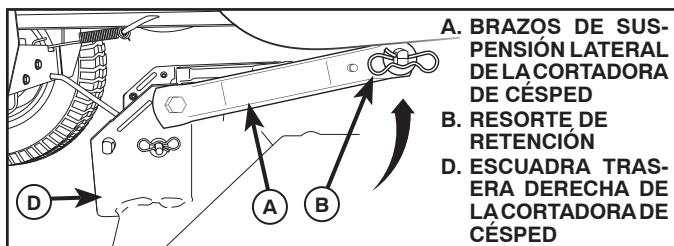

Fig. 12
## 6. INSTALE LOS BRAZOS DE SUSPENSIÓN LATERAL DE LA CORTADORA DE CÉSPED (A) EN EL CHASIS (Vea Fig. 12)
- Ubique el agujero delantero del brazo de suspensión lateral (A) sobre la chaveta en la parte exterior del chasis del tractor y asegure con una arandela grande y un resorte de retención grande (B).